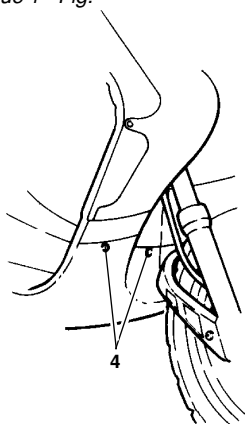
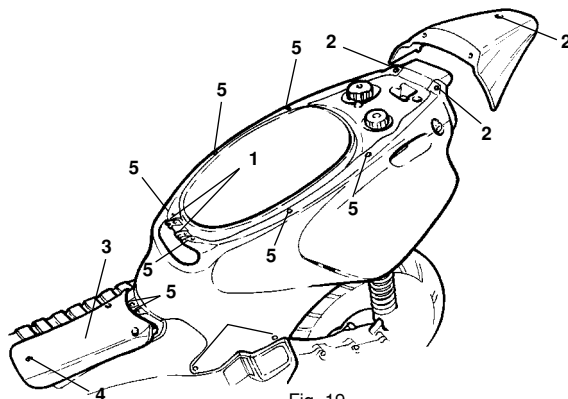
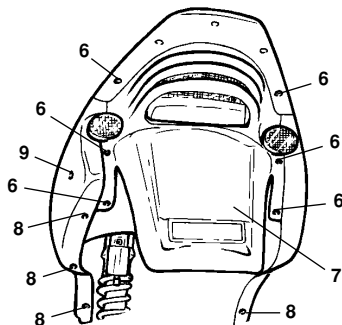

Fig. 18
Fig. 19
Fig. 20
- Desenroscar los tornillos del puente (4 - Fig. 18).
- Dévisser les vis du sabot (4 - Fig.18).
- Levantar y volcar el sillín sacando los tornillos (1).
- Extraer la tapa del depósito batería (3) sacando el tornillo (4).
- Desenroscar los tornillos (5 - Fig. 18) de encima de los laterales.
- Desenroscar el colin sacando los tornillos (2).
- Desenroscar los tornillos (6) y levantar el guardabarros posterior (7) (de este modo es posible levantar el guarda barro y colin conjuntamente).
- Desenroscar los tornillos inferiores (8 - Fig. 20) de ambos lados del vehículo.
- Extraer la placa lateral (9).
- Basculer et démonter la selle à l'aide des vis (1).
- Enlever le couvercle du coffre de la batterie (3) par la vis (4).
- Dévisser les vis (5 - Fig. 19) sur les flancs.
- Dévisser le dossier à l'aide des vis (2).
- Dévisser les vis (6) et démonter le garde-boue arrière (7). (Il est possible de démonter le garde-boue et le dossier ensemble).
- Dévisser les vis inférieures (8 - Fig. 20) des deux côtés du véhicule.
- Extraire les flancs latéraux (9).